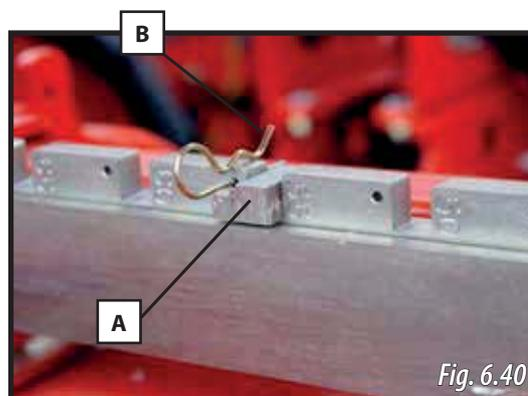

Fig. 6.40
- 2- Retirez les goupilles (B, Fig. 6.40) et les butées d'ouverture (A, Fig. 6.40).